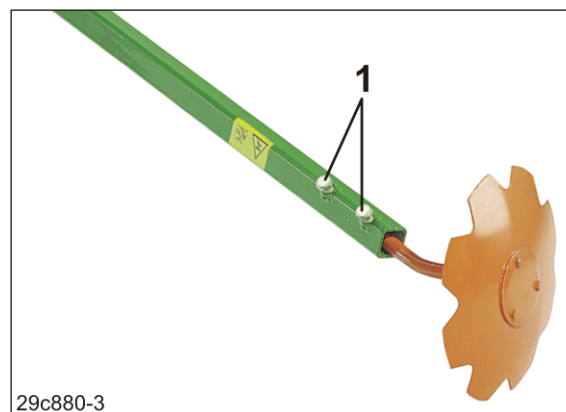

Fig. 89
6. Soltar dos tornillos (Fig. 89/1).
9. Apretar los tornillos (Fig. 89/1).